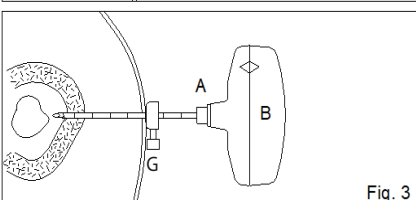

Fig. 3
FIG. 3 Com giros cuidadosos, mas firmes, gire a Cânula de corte e o Estilete (A+B) no sentido horário até que o medidor de profundidade (G) alcance a pele e/ou a posição desejada seja obtida.